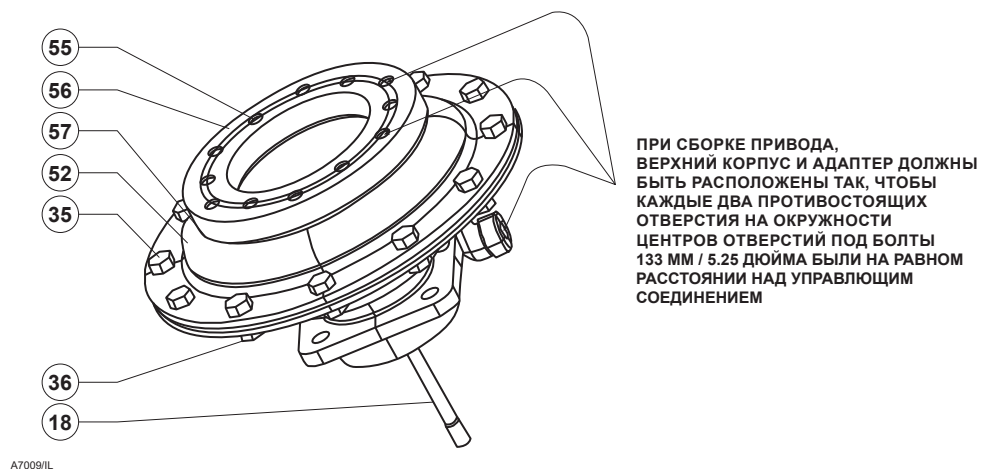

Рисунок 9. Узел кожуха мембраны
Не ослабляйте болты кожуха мембраны (Рисунок 9 поз. 35 и 36), когда на управляющую пружину (поз. 12) действует сила сжатия. Ослабьте сжатие пружины, как описано в шаге 6.
5. Соберите верхний кожух мембраны (поз. 52), адаптер монтажной пластины (поз. 56) и прокладку монтажной пластины (поз. 57), как показано на рис. 9. Затяните болты (поз. 55) с крутящим моментом от 27 до 41 Нм / от 20 до 30 фунт-футов.